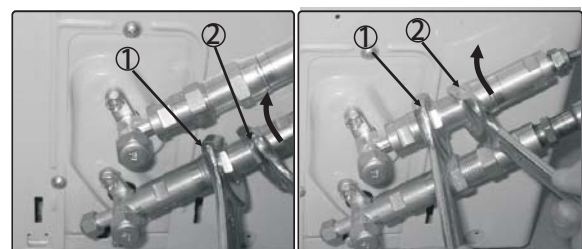

Abb. 6.4
4. Ziehen Sie nun zuerst den unteren Schraubverbinder und dann den oberen Schraubverbinder mit dem Gabelschlüssel an. Halten Sie die mit „①“ gekennzeichneten Punkte mit einem Gabelschlüssel fest und drehen Sie die Muttern nur an den mit „②“ markierten Punkten mit einem Gabelschlüssel (Wählen Sie den passenden Schlüssel entsprechend den Abmessungen des Steckverbinders aus), siehe Abb. 6.4